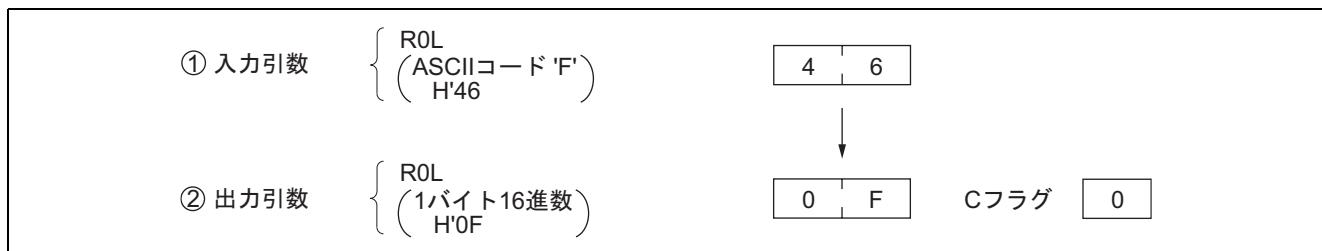

図 7-1 ソフトウェア NIBBLE の実行例
(2) 図 7-1 にソフトウェア NIBBLE の実行例を示します。入力引数を のように設定すると， のように，1 バイトの 16 進数に変換したデータ (H'0F) を ROL に設定します。